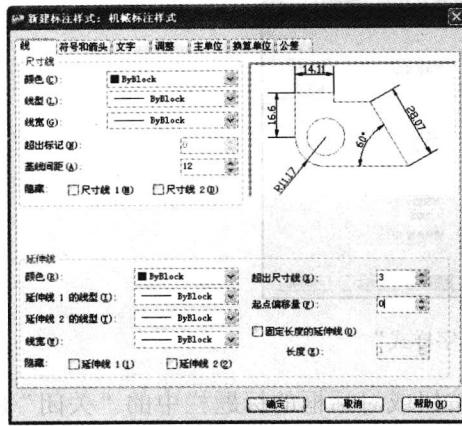

图 1-18 设置“线”选项卡
3. 在“新样式名”文本框中输入“机械标注样式”，单击“继续”按钮，弹出“新建标注样式”对话框并打开“线”选项卡，在“基线间距”文本框中输入“12”，使基线标注时尺寸线之间的距离为 12mm；在“超出尺寸线”文本框中输入“3”，使尺寸界线超出尺寸线 3mm；在“起点偏移量”文本框中输入“0”，使尺寸界线的起点和标注对象之间无偏移，如图 1-18 所示。